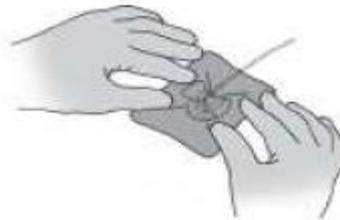

Figure 5
4. Vérifier la perméabilité. Placer un pansement et sécuriser le site conformément au protocole de l'établissement (Fig 5). Commencer l'injection, la perfusion ou l'aspiration sanguine conformément aux procédures de l'établissement.